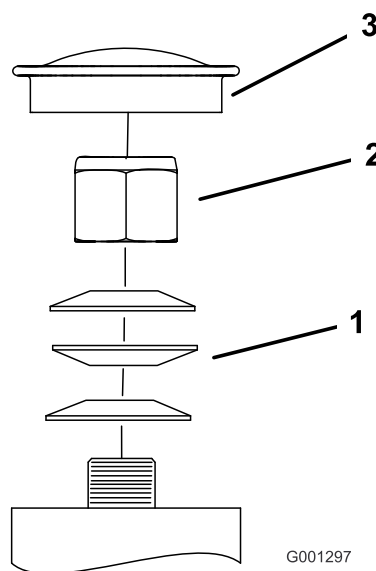

Figura 62
3. Retire el tapón anti-polvo de la rueda giratoria y apriete la contratuerca (Figura 62).
4. Apriete la contratuerca hasta que las arandelas de muelle estén planas, luego afloje 1/4 de vuelta para establecer la pre-carga correcta de los cojinetes (.)Figura 62
Importante: Asegúrese de que las arandelas de muelle están correctamente instaladas, según se muestra en Figura 62.
5. Coloque el tapón anti-polvo (Figura 62).